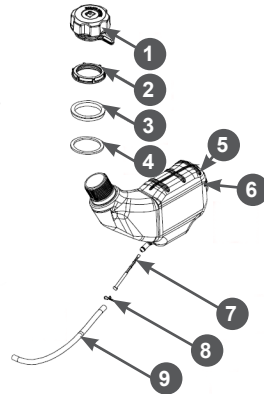

Рис. 22. Обслуживание топливного фильтра и топливного бака
1. Открутите болт крепления топливного бака 6 (Рис. 22).
2. Открутите пластиковую гайку 2, которая расположена под крышкой 1 топливного бака (Рис. 22).
3. Снимите хомут 8 топливного шланга и снимите шланг 9 со штуцера топливного бака и снимите бак 5 (Рис. 22).
5. Извлеките из топливного бака топливный фильтр 7 (Рис. 22).